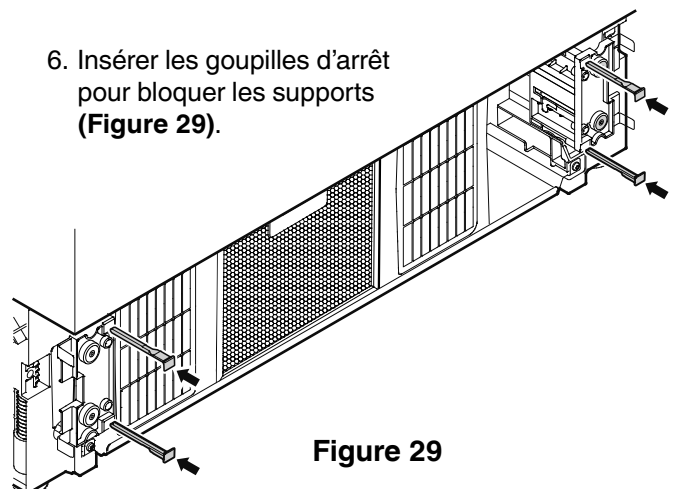

Figure 29
6. Insérer les goupilles d'arrêt pour bloquer les supports (**Figure 29**).